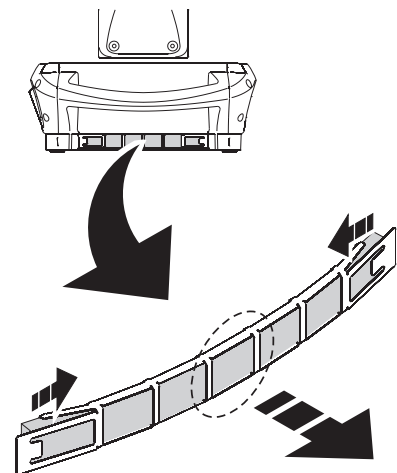

Bild 18: Luftfilter der Basis
3. Siehe Bild 18. Drücken Sie den Filterhalter an beiden Seiten der Basis zusammen und nehmen Sie ihn ab.